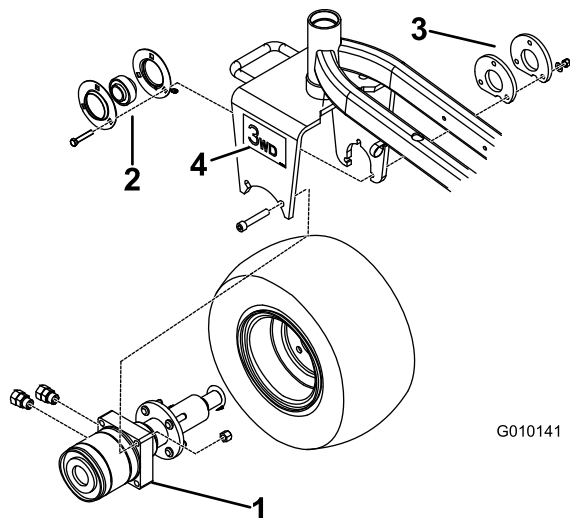

Figura 2
1. Retire o bocal de lubrificação do novo motor e conjunto do hub (Figura 2).
4. Insira as flangetas e o rolamento na extremidade do veio do motor como se mostra na Figura 2.
Nota: Assegure-se de que as portas no motor estão viradas para trás (Figura 2).
7. Instale sem apertar o motor no lado da forquilha da roda giratória com 2 parafusos de cabeça flangeada e 2 porcas (Figura 2).
Nota: Os bocais de lubrificação têm de estar virados para baixo na flangeta (Figura 2).
15. Aplique um autocolante em cada lado da forquilha da roda giratória (Figura 2).
5. Monte as duas uniões retas no lado do conjunto do motor (Figura 2).